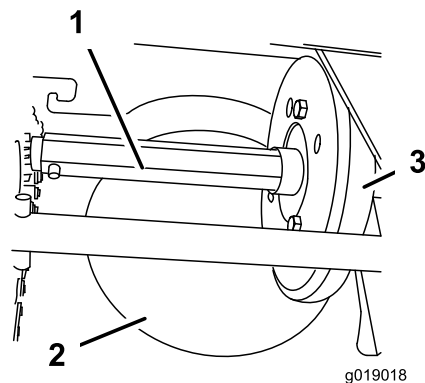

Bild 42
**Wichtig:** Achten Sie darauf, dass kein Öl auf das Gummirad oder die Stahlriemenscheibe gelangt, da der Fahrtrieb sonst rutscht (Bild 42).
Schmieren Sie die Sechskantwelle mit Kfz-Öl leicht einmal pro Jahr ein (Bild 42).